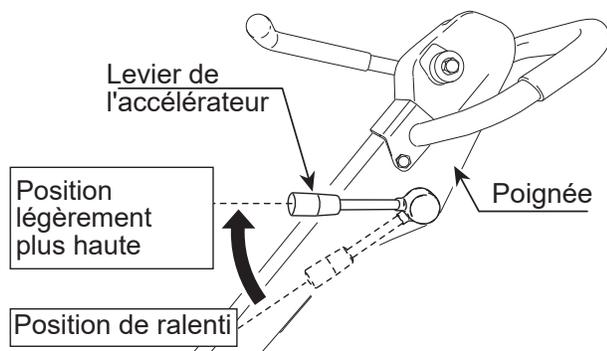

Figure 13. Levier d'accélérateur (position la plus haute)
2. Déplacez le levier d'accélérateur (Figure 13) légèrement plus haut que la position ralenti.